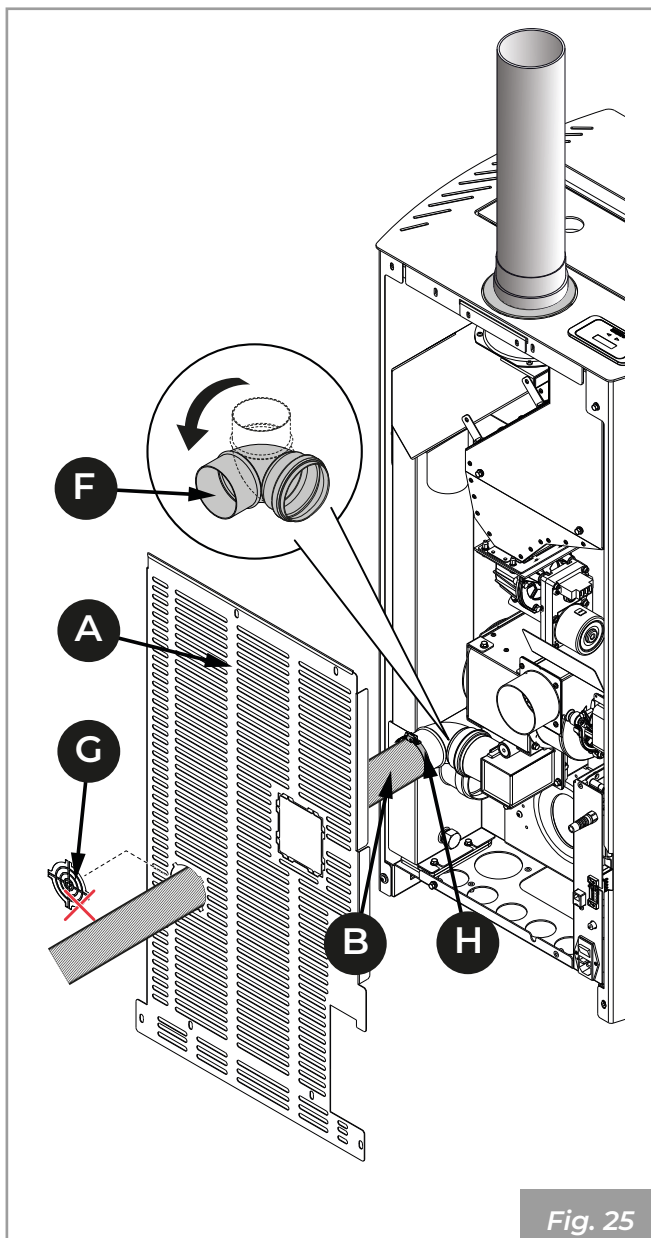

Fig. 25
- Rimontare lo schienale **(A)** **(Fig. 25)**.